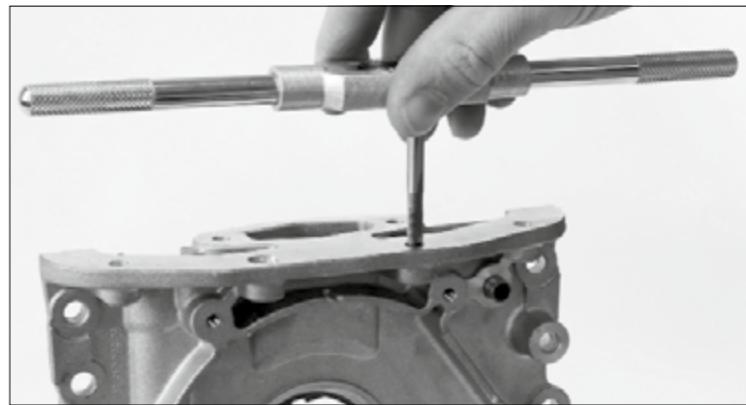

Abb. 3/Fig. 3/Рис. 3/图3
- Pour faciliter le montage, il est possible de préparer le filet à l'aide d'un taraud M6. Cette opération n'est toutefois pas obligatoire (fig. 3).
- Для облегчения установки резьбу можно предварительно нарезать резьбонарезной машиной M6. Однако это не является обязательным (рис.3).